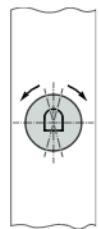

Fig. 2
3. Applicare i due supporti in plastica delle placche ad incasso nella loro sede ø48 (Fig. 2). I supporti vanno inseriti contrapposti e ruotati di 180° tra loro (Fig. 3) in modo che le rispettive alette dentate si aggancino vicendevolmente, sino ad arrivare in battuta su entrambi i lati della porta, adattandosi così automaticamente allo spessore del pannello.
Apply the two plastic supports of the encased plates in their housing ø48 (Fig. 2). The supports must be inserted opposite and rotated 180° between them, in this way they engage each other, until their stopping on both sides of the door and adapting automatically to the thickness of the panel.